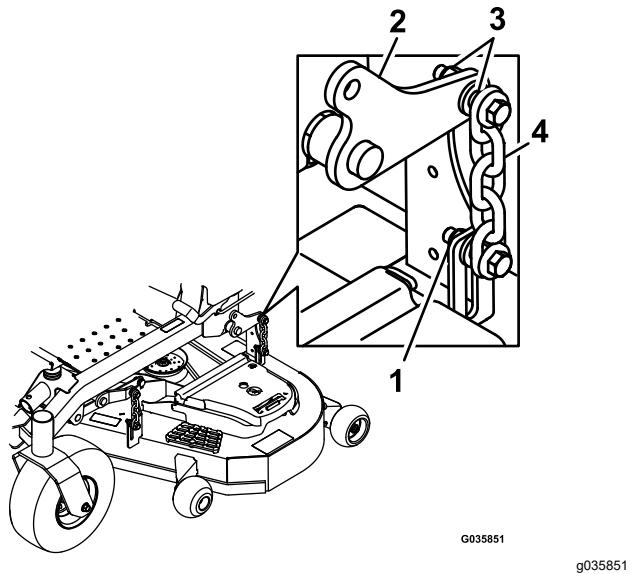

Figura 85
16. Desaperte as porcas de bloqueio nos quatro cantos de forma que a plataforma assente de forma segura nos quatro calços (Figura 85).